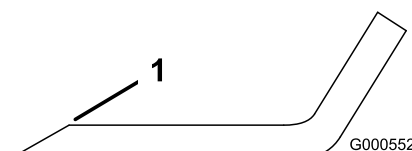

Figura 60
1. Affilate i taglienti da entrambe le estremità della lama con una lima (Figura 60).
Nota: Se la lama non è bilanciata, limate del metallo soltanto dalla costa (Figura 60).